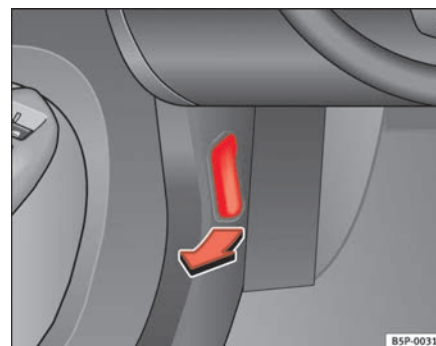

Fig. 160 Vano piedi del conducente: leva di sblocco del cofano del vano motore
- Tirare la leva situata sotto il cruscotto ⇒ pag. 223, fig. 160 nella direzione indicata dalla freccia. Il cofano si sblocca sotto la spinta di una molla ⇒ .